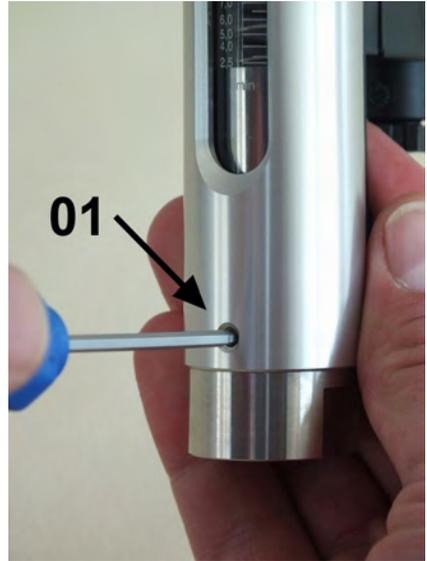

Abb. 47: Verschraubung (Eingang) befestigen
9. ➤ Verschraubung (Eingang) mit 3 Gewindestifte/Innensechskant (Abb. 47/01) an der Gerätehülse befestigen, dabei Drehmoment beachten